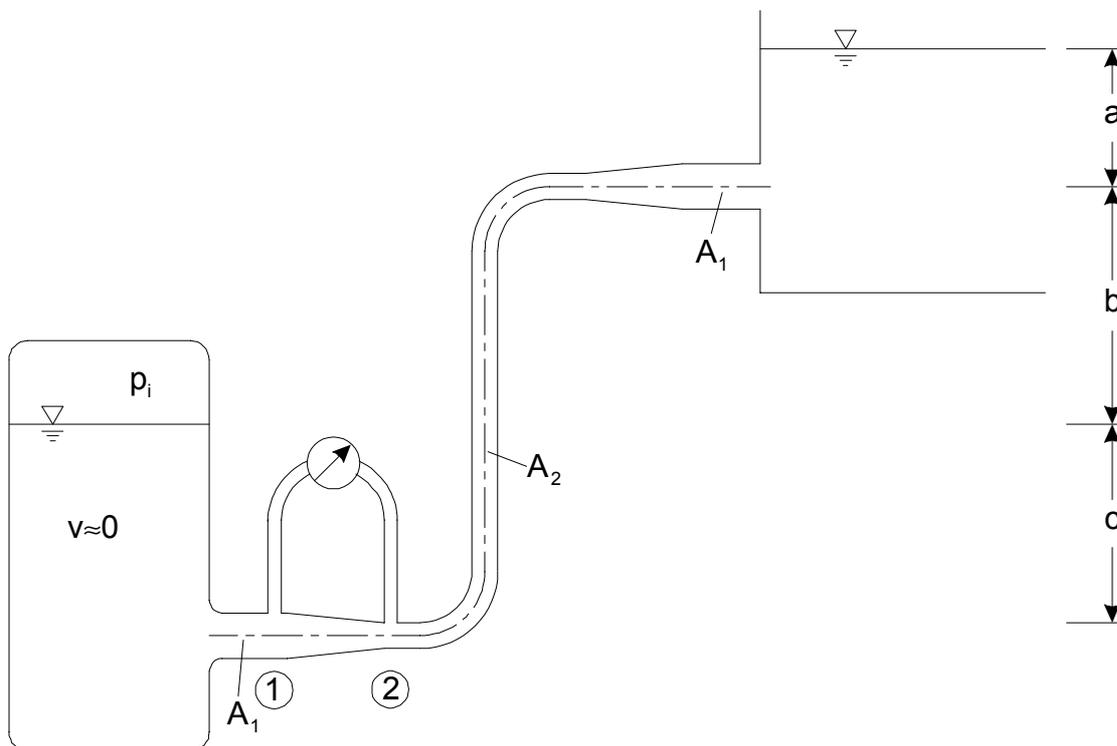

Abb. 5.2: Rohrleitung zwischen Druckbehälter und Hochbehälter
Aus einem großen, geschlossenen Behälter, der unter dem Druck p_i steht, wird Wasser über eine Steigleitung in einen Hochbehälter gefördert (Abb. 5.2). Das Manometer misst die Druckhöhendifferenz $\Delta p/\gamma$ zwischen den Stellen 1 und 2 der Rohrleitung.
5.2.3 Tragen Sie die Drucklinie und die Energielinie mit Maßangaben in Abb. 5.2 ein.